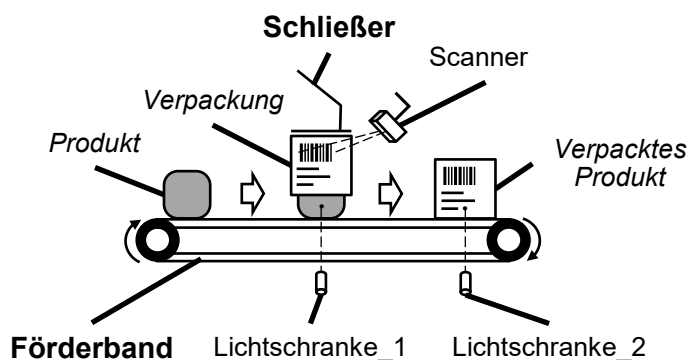
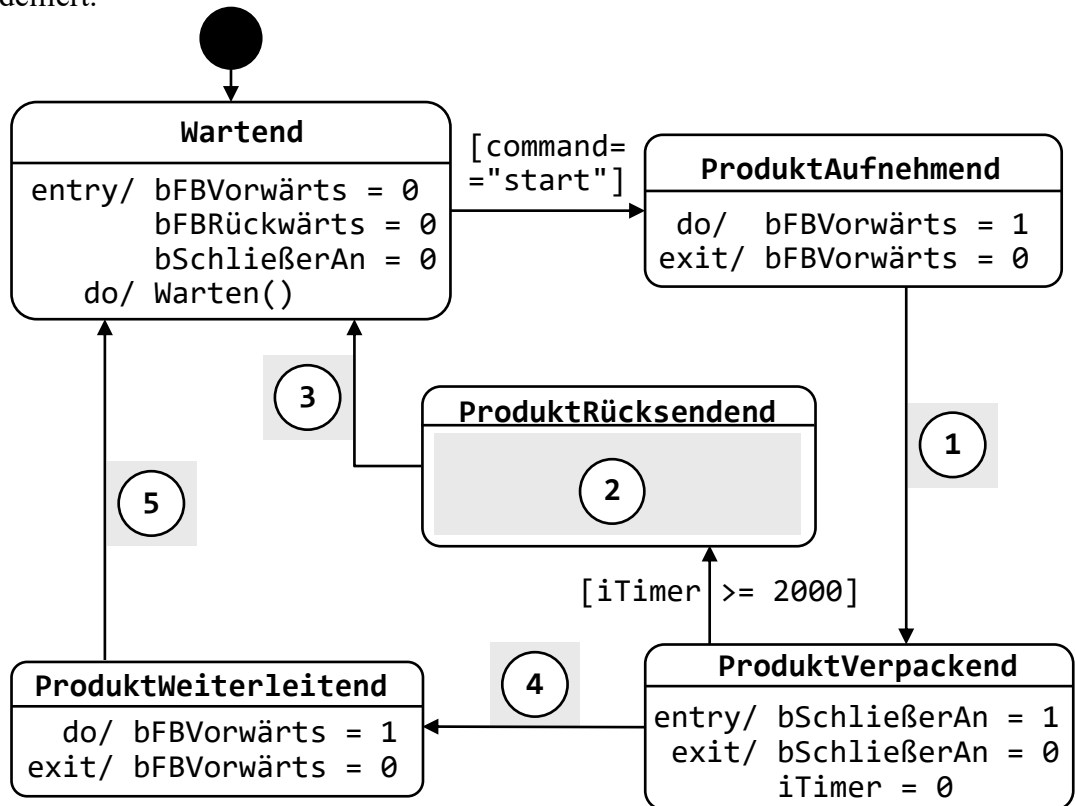

Bild 13.1: Verpackungsstation im Detail
Bild 13.2: Zustandsdiagramm des Verpackungsprozesses mit zu ergänzenden Lücken.
Im Folgenden wird der Prozessablauf (vgl. Bild 13.2) für die Verpackung eines Produktes in der Verpackungsstation (Bild 13.1) beschrieben.
Bild 13.2 zeigt ein Zustandsdiagramm, welches den zuvor beschriebenen Prozessablauf modelliert.
Ergänzen Sie die durch die Ziffern ① bis ⑤ gekennzeichneten Lücken des Zustandsdiagramms in Bild 13.2, nach dem Beschreibungstext.